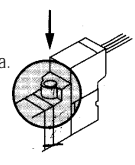

Fig. 8
Tipo a pressione non bloccabile (Fig. 8)
1. Premere sul tasto dell'azionatore manuale (Fig. 8) fino in battuta (posizione ON).